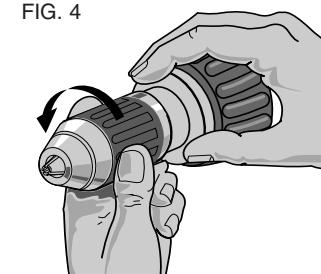

FIG. 4
Mandrin à manchon unique sans clé (fig. 4)
2. Saisir la partie arrière du mandrin d'une main et utiliser l'autre pour retenir fermement l'outil, tel qu'illustré à la figure 4. Faire tourner le manchon vers la gauche, jusqu'à ce que l'ouverture soit assez grande pour recevoir l'accessoire.